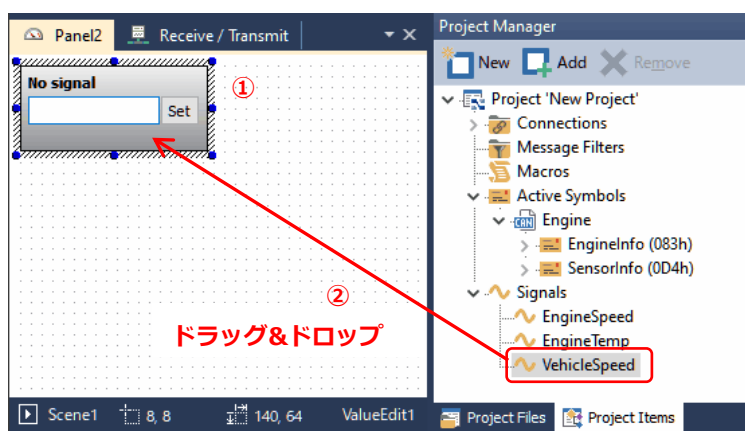

図 10.2-2
Panel ウィンドウにパネルが表示されます（図 10.2-2 ① 参照）。
Project Manager のシグナル（この例では VehicleSpeed）をパネルにドラッグ&ドロップします（図 10.2-2 ② 参照）。